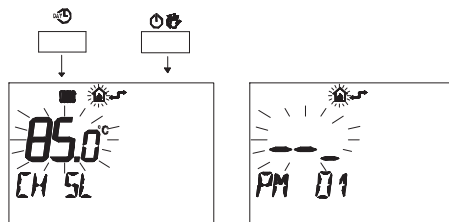

Figura 5.63
- Premere contemporaneamente i pulsanti e per entrare nella programmazione trasparente (Figura 5.63).